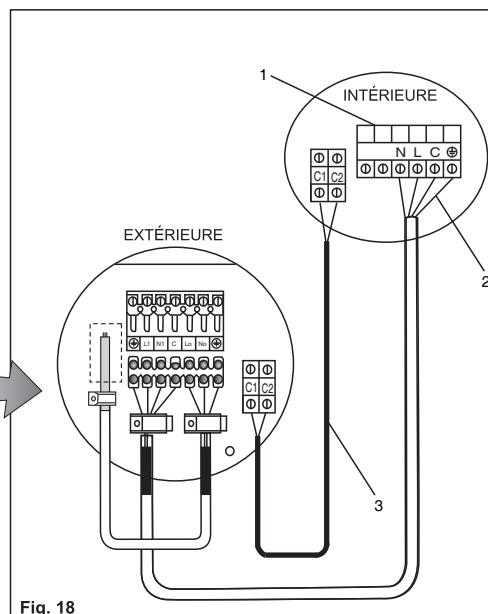

Fig. 18
3. Raccorder les extrémités des câbles aux borniers des unités intérieure et extérieure, comme illustré sur la figure 18.